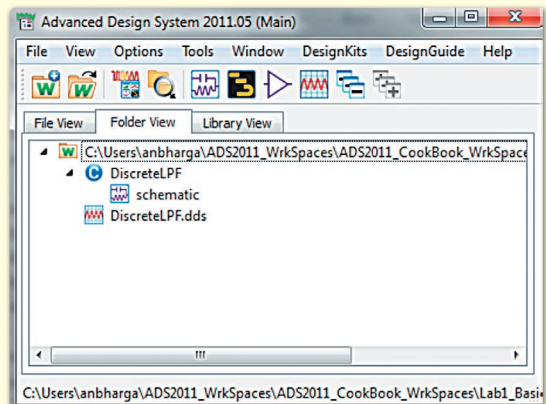

Рис. 12
- Збережіть проект, щоб зберегти всю виконану роботу, і переконайтеся в наявності в головному вікні комірки схеми й дисплея даних (<ім'я\_файла>.dds) (рис. 12).